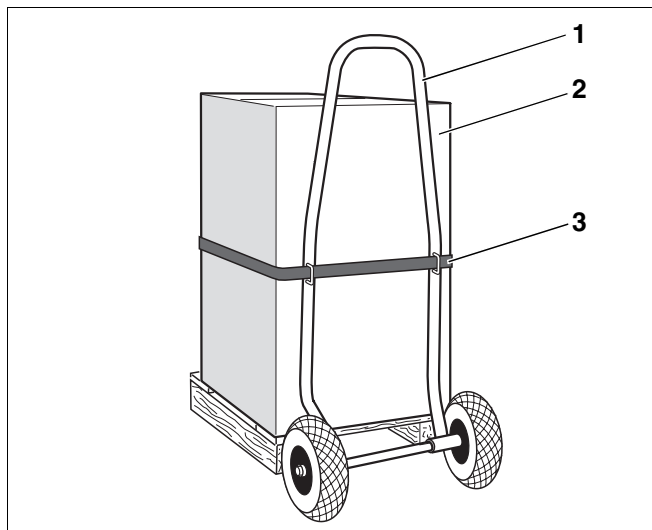

Abb. 3 Warmwasserspeicher transportieren
- Sackkarre (Abb. 3, **Pos. 1**) an die Rückseite des verpackten Warmwasserspeichers (Abb. 3, **Pos. 2**) stellen.
- Warmwasserspeicher mit einem Spanngurt (Abb. 3, **Pos. 3**) beim Transport gegen Herunterfallen sichern.